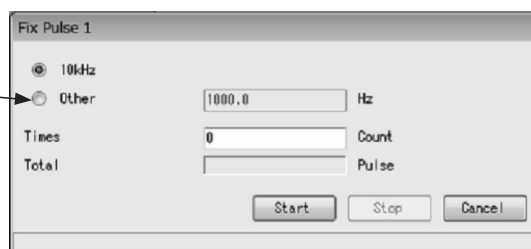

図131
- ① メニューの「Diag/Service(T)」をクリックし、「Loop Test」のドロップダウンリストの中から「Fix Pulse」を選び再度クリックします。
- ② 次のウィンドウ(図131)が表示されます。模擬出力値を選択し、「Start」ボタンをクリックして下さい。なお、任意にパルス周波数を決めて出力させる場合は「Other」を選択し、出力させるパルス周波数を入力後「Start」ボタンをクリックして下さい。
「Cancel」ボタンをクリックすると、図131のウィンドウへ戻ります。
- ⑦ 「OK」 ボタンをクリックすると、図131のウィンドウに戻りますので、「Cancel」 ボタンをクリックし、「Fix Pulse」を終了して下さい。